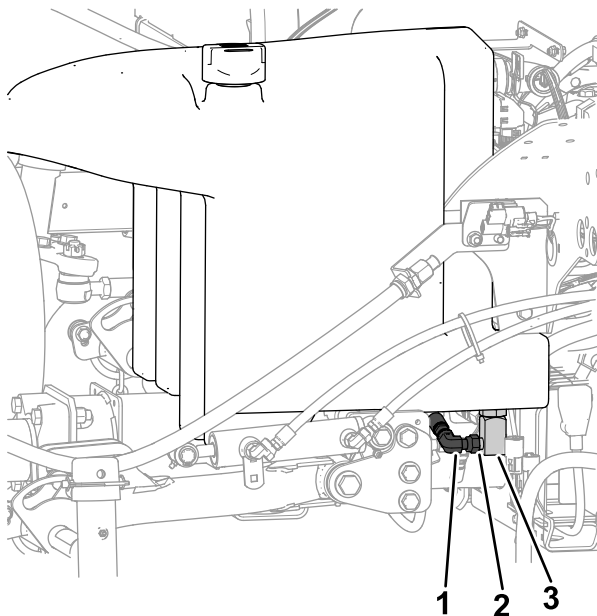

Figura 146
2. Coloque un recipiente de vaciado grande debajo del distribuidor (Figura 146) en la parte inferior del depósito hidráulico; consulte Comprobación del nivel de fluido hidráulico \(página 89\).